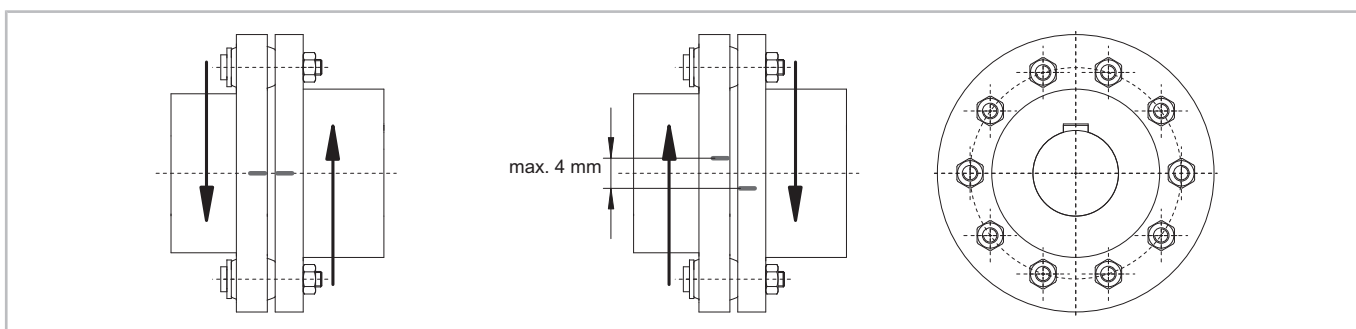

Рис.3: Проверка эластомерных элементов муфты
- Отметьте обе половины (*см. рис. 3, стр. 9*).